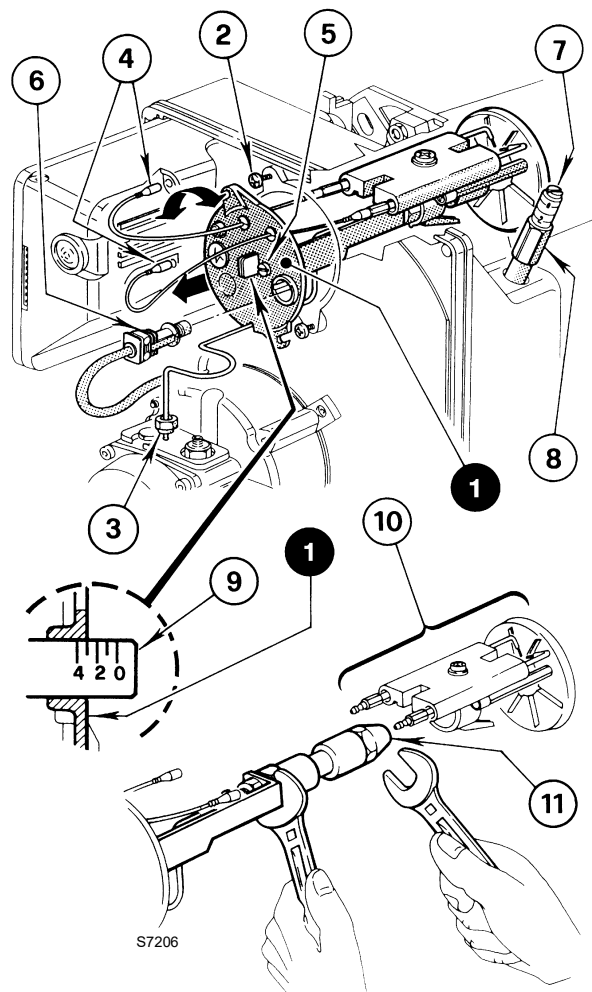

Fig. 10
La regolazione della testa di combustione varia in base alla portata del bruciatore (Fig. 10).
- ruotare in senso orario o antiorario la vite di regolazione 5) fino a che la tacca incisa sulla staffa di regolazione 9)(Fig. 10) coincide con il piano esterno del gruppo portaugetto 1)(Fig. 10).
- allentare il dado 8)(Fig. 10) e tarare la serranda agendo sulla vite 7)(Fig. 10).
- A regolazione ultimata riavvitare il dado 8)(Fig. 10).